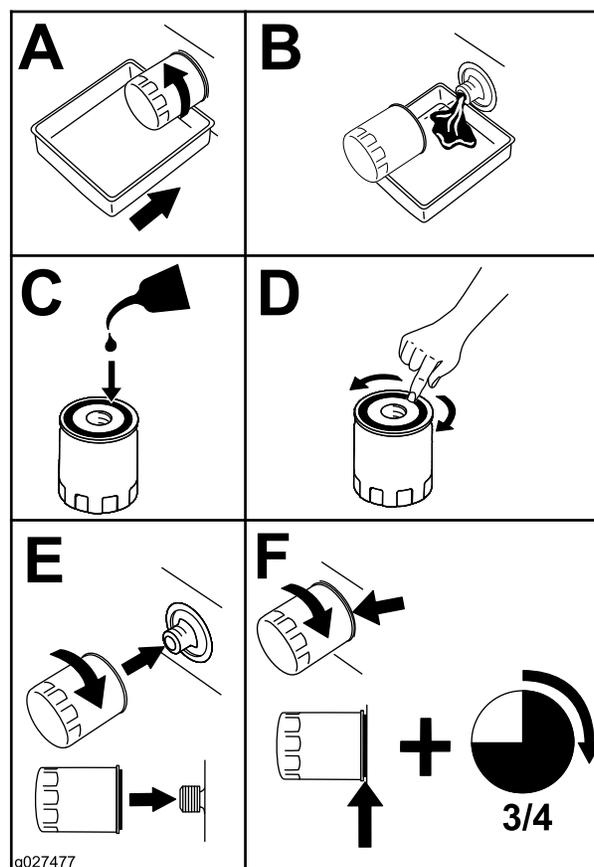

Figura 34
2. Substitua o filtro de óleo do motor (Figura 34).